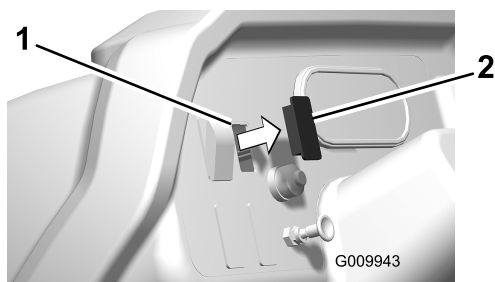

Figura 19
1. Retire el tapón de uno de los orificios sin utilizar del salpicadero (Figura 19).